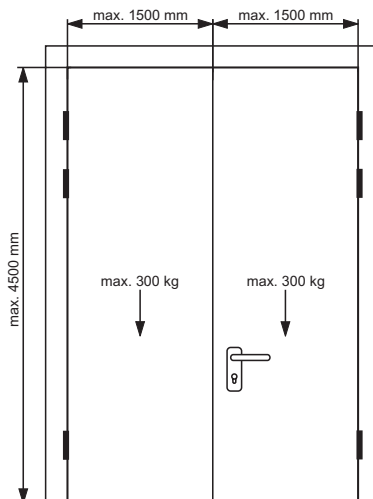

Fig. 2 : cotes et poids max. du vantail de porte
- Fixez les contre-pièces de verrouillage (gâches/plaques) dans l' huisserie, à savoir dans le vantail semi-fixe. Les pénes demi-tour/dormants et les pénes dormants doivent toujours pouvoir entrer librement et sans friction dans les contre-pièces de verrouillage. Adaptez si nécessaire les contours des contre-pièces de verrouillage à la situation de la porte (Fig. 2).